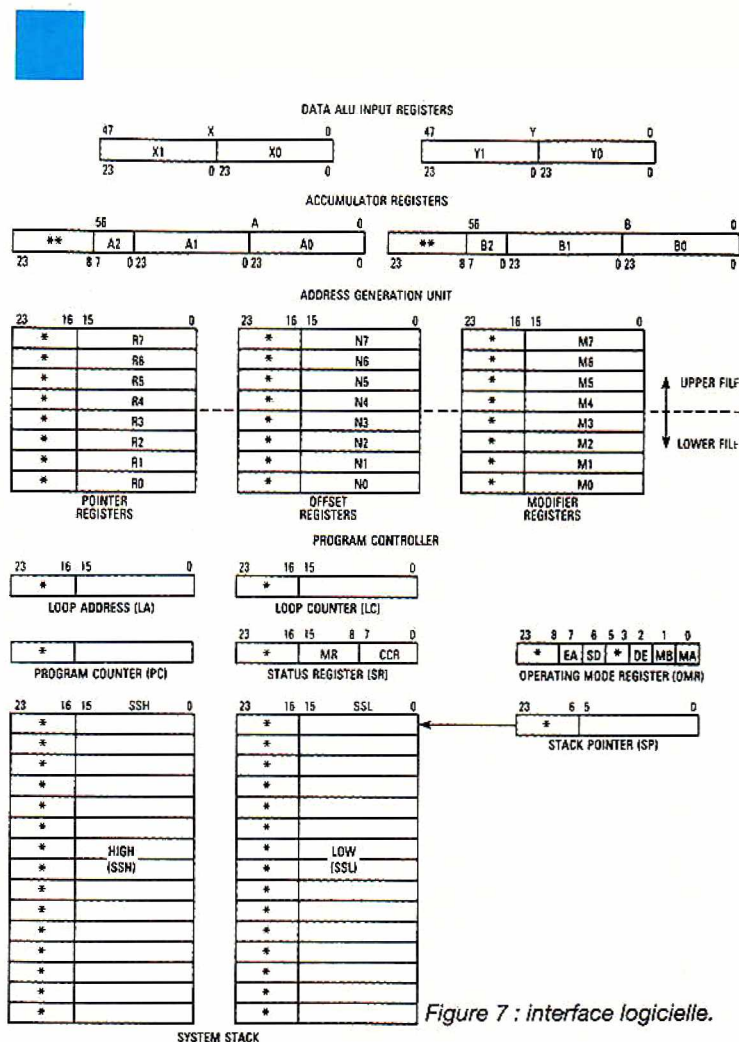

Figure 7 : interface logicielle.
La figure 7 décrit l'interface logiciel du DSP 56001 que nous détaillons dans les paragraphes suivants.
Ce registre 16 bits se décompose en deux registres 8 bits : le registre de mode (MR), et le registre code condition (CCR). Le SR est empilé lorsqu'une boucle programme est initialisée, ou lorsqu'un saut à un sous-programme est réalisé. La **figure 7** représente le détail des bits contenus dans le SR. Le registre MR définit l'état courant du système du processeur. Les bits de ce registre sont